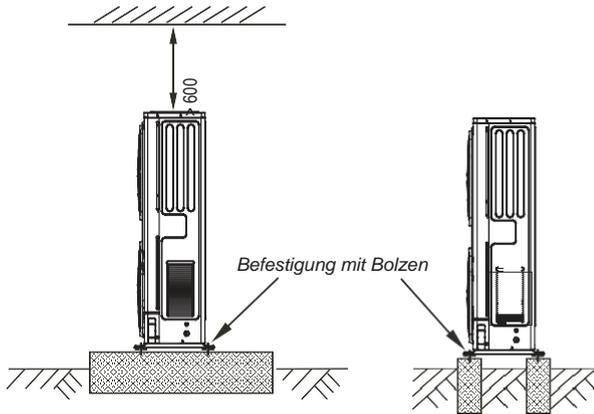

Abb. 3-5
- Stellen Sie einen Betonsockel entsprechend den Spezifikationen der Außeneinheiten bereit (siehe Abb. 3-5).
- Befestigen Sie den Boden der Einheit mit Schrauben, damit er bei Erdbeben oder starkem Wind nicht herunterfällt (siehe Abb. 3-5).